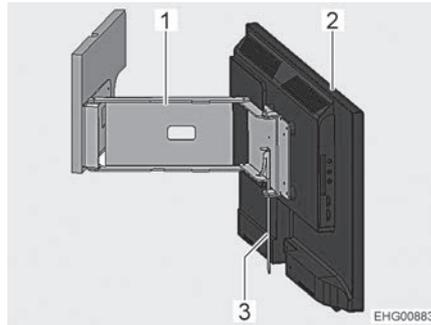

Fig. 70 Pantalla plana en brazo articulado
- Tirar de la palanca (Fig. 70,3). El brazo articulado (Fig. 70,1) estará desbloqueado.
- Girar la pantalla plana (Fig. 70,2) a la posición deseada.